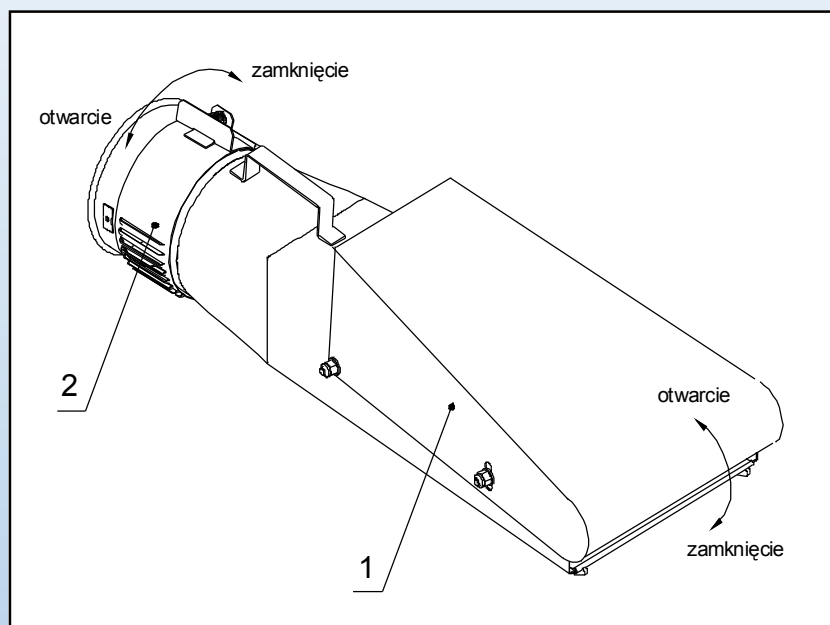

Рис. 8 Сопло (1 - защита; 2 – задвижка)
Чтобы транспортер работал правильно и с оптимальной производительностью должно быть исполнено условие правильной пропорции всасываемого зерна и воздуха. Если воздуха слишком много тогда производительность машины низкая. А если воздуха слишком мало то доводит к закупорке линии всасывающей. Элементом на котором делаем регулиацию есть сопло которое присоединено на конце эластического шланга (Рис.8)
Сопло для транспортеров T207, T207/1, T207/2, T207/3, T450 имеют две регулиации: первая с помощью подвижной защиты (1) – смотр. рис. 8, изменяет ширину отверстия впуска зерна. Для пшеницы ширина отверстия должна быть около 15мм. Чтобы изменить ширину отверстия нужно освободить гайку M8 которая крепит защиту, установить требуемую ширину отверстия и обратно зажать гайку.